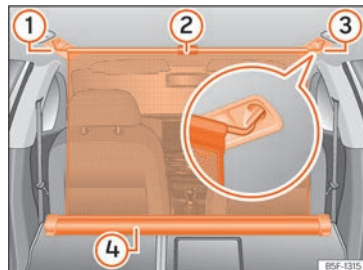

Abb. 141 Im Gepäckraum: eingehängtes Trennnetz bei vorgeklappter Rücksitzlehne.
- Ziehen Sie die Lasche »» **Abb. 141** ② nach oben, um das Netz aus dem Einsatz »» **Abb. 141** ④ zu nehmen.
- Hängen Sie das Trennnetz an der rechten oder linken Seite »» **Abb. 141** ③ (vergrößerte Darstellung) ein.
- Hängen Sie das Trennnetz an der Aufnahme der anderen Seite »» **Abb. 141** ① ein, indem Sie an der Stange ziehen.
Die Netztrennwand ist richtig montiert, wenn die T-förmigen Enden sicher in den entsprechenden Aufnahmen »» **Abb. 141** ③ und ① eingehängt sind.
- Rollen Sie die Netztrennwand in den Einsatz »» **Abb. 141** ④ ein, indem Sie sie mit der Hand nach unten ziehen.